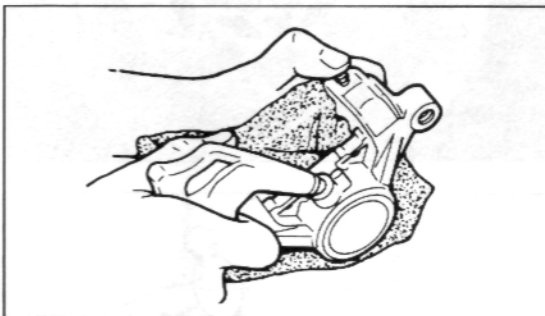

Bild 224
- Zum Ausbau der Zylinder in demontierten Hy-draulikanschluss Druckluft einblasen. Siehe Bild 224.